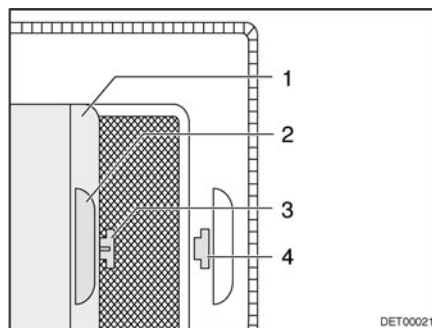

Fig. 54 Persiana oscurecedora enrollable
- Tirar de la persiana oscurecedora enrollable (Fig. 54,1) por el asidero (Fig. 54,2) y enganchar el gancho (Fig. 54,3) en el orificio (Fig. 54,4).
- Sacar el gancho (Fig. 54,3) del orificio (Fig. 54,4) y devolver a su posición la persiana oscurecedora enrollable.